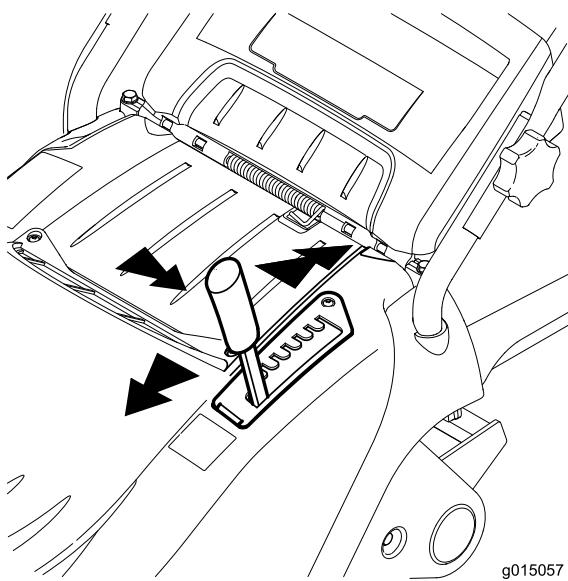

Рисунок 13
- Вынайдите рычаг высоты скашивания из фиксирующего паза, в котором он находится, и передвиньте его вперед или назад в требуемый паз (Рисунок 13).